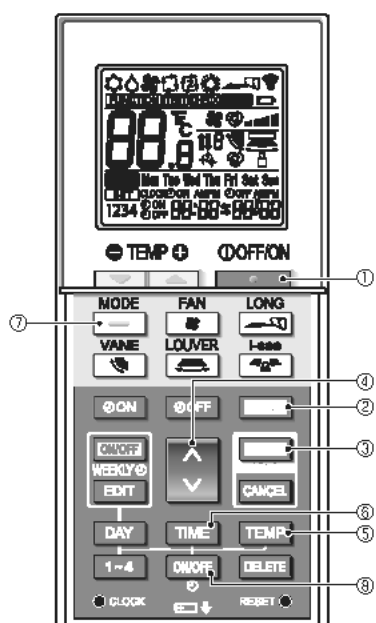

Fig. 7-9
1. Nacisnąć przycisk **TEMP** ①, aby wyłączyć klimatyzator.
2. Nacisnąć przycisk **TIME** ②.
3. Zostanie wyświetlony ekran ustawień funkcji i będzie migać nr funkcji ④. (Fig. 7-9)
4. Nacisnąć przycisk **DAY** ③, aby zmienić nr funkcji.
5. Sprawdzić, czy jest wyświetlany nr funkcji "1", a następnie nacisnąć przycisk **TIME** ②.